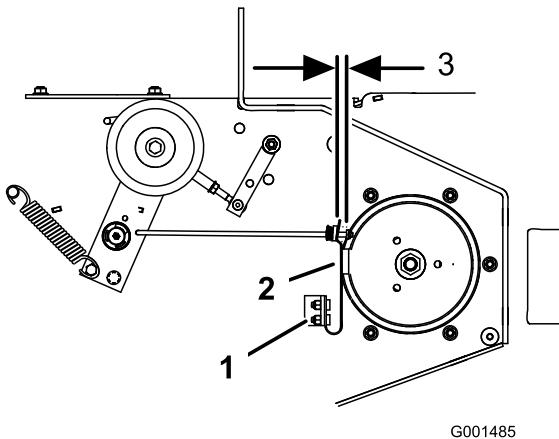

Figure 59
3. Le cas échéant, ajustez les boulons de fixation de ressort de sorte que la plaque de frein de lame frotte contre les deux côtés de la gorge de la poulie (Figure 59).
4. Ajustez l'écrou à l'extrémité de la tige de frein jusqu'à ce que l'écrou et l'entretoise soient espacés de 3 à 5 mm (Figure 59).